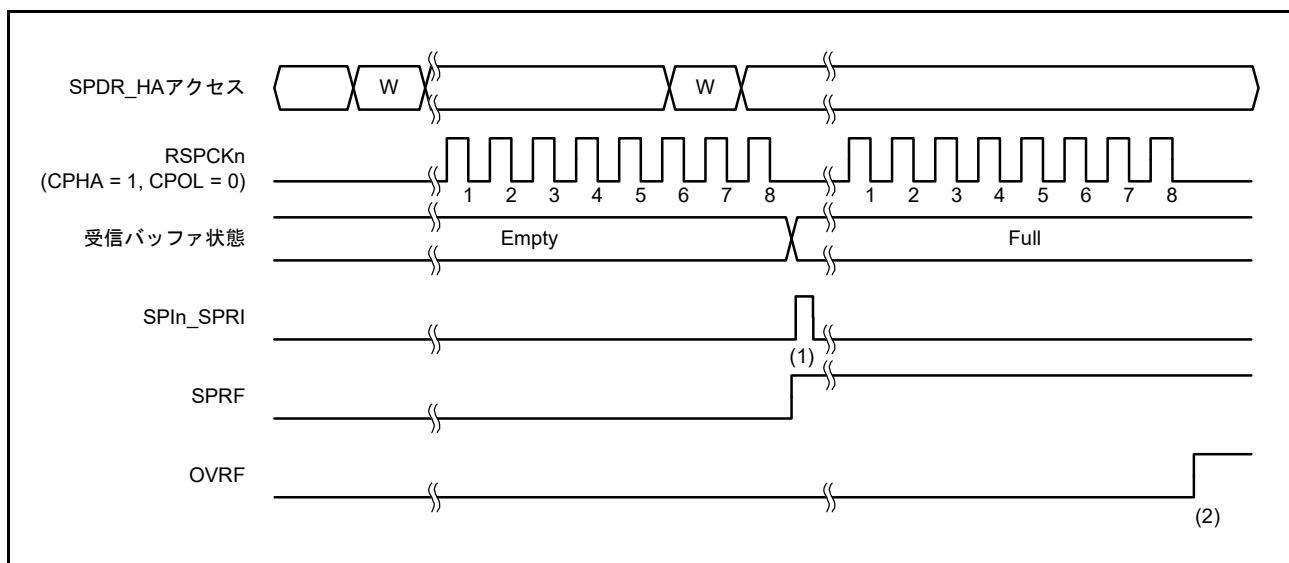
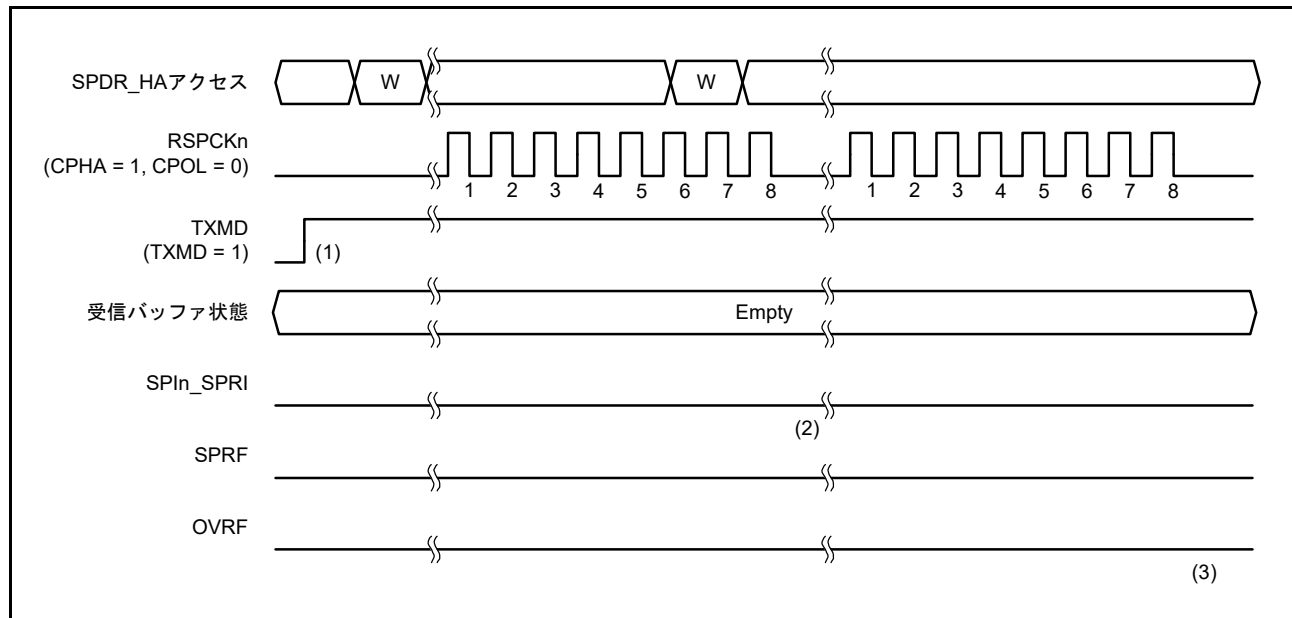

図 30.24 SPCR.TXMD = 0 の動作例
図 30.25 SPCR.TXMD = 1 の動作例
通信動作モード選択ビット (SPCR.TXMD) の設定により、全二重同期式シリアル通信または送信のみの動作を選択できます。図 30.24、図 30.25 に記載のレジスタアクセスは、SPDR/SPDR_HA レジスタへのアクセス状況を示しています。“W” は書き込みサイクルを示しています。
図 30.24 に、通信動作モード選択ビット (SPCR.TXMD) を 0 にした場合の動作例を示します。この例では、SPCMD0.CPHA ビットが 1、SPCMD0.CPOL ビットが 0 の設定で、SPI が 8 ビットのシリアル転送を実行しています。RSPCK_n 波形の下に記載された数字は RSPCK サイクル数 (= 転送ビット数) を示しています。
図 30.25 に、通信動作モード選択ビット (SPCR.TXMD) を 1 にした場合の動作例を示します。この例では、SPCMD0.CPHA ビットが 1、SPCMD0.CPOL ビットが 0 の設定で、SPI が 8 ビットのシリアル転送を実行しています。RSPCK_n 波形の下に記載した数字は RSPCK サイクル数 (= 転送ビット数) を示しています。
以下に、図 30.25 でのタイミング (1) ~ (3) でのフラグ動作を説明します。
- (1) 送信のみ動作モード (SPCR.TXMD = 1) へ遷移する前に、受信バッファにデータが残っていないこと (SPSR.SPRF フラグ = 0)、および SPSR.OVRF フラグが 0 であることを確認してください。
- (2) SPDR/SPDR_HA レジスタの受信バッファが空の状態ではシリアル転送が終了すると、送信のみモード (SPCR.TXMD = 1) を選択している場合、SPSR.SPRF フラグは 0 を保持し、SPI はシフトレジスタのデータを受信バッファへコピーしません。
- (3) SPDR/SPDR_HA レジスタの受信バッファに以前のシリアル転送の受信データは存在しないため、シリアル転送が終了しても、SPSR.OVRF フラグは 0 を保持し、シフトレジスタのデータを受信バッファへコピーしません。